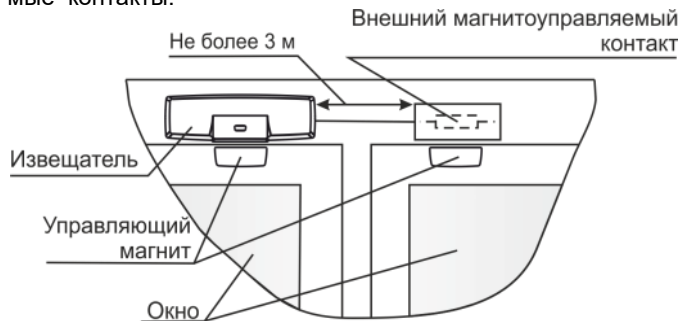

Рисунок 4
### 8.1.3 Вариант размещения извещателя на окне (рисунок 4)
**внешних** магнитоуправляемых контактов (рисунок 4) установить перемычку на вилку **Ext**.